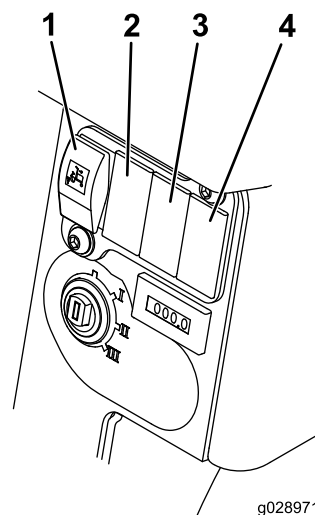

Figura 24
5. En la parte trasera de la consola, sobre el interruptor de encendido, retire los huecos de interruptor taponados entre los interruptores de elevación auto limitada y baliza (Figura 24).
7. Conecte el interruptor del faro y de la luz de emergencia que hacen referencia a las etiquetas de los conectores que los identifican (Figura 24).